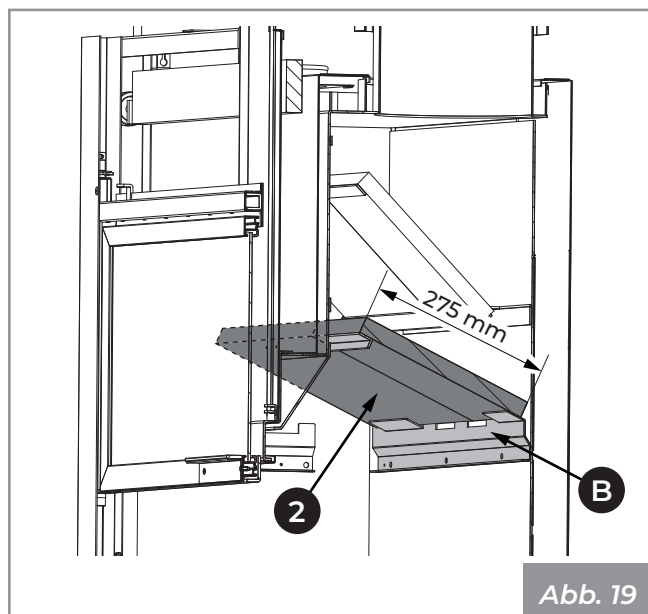

Abb. 19
- 3) Positionieren Sie die Platten (2), indem Sie sie auf die entsprechenden Halterungen (B) (Abb. 19) stellen.